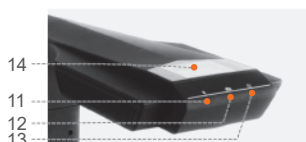

Figura 2
Paso 2: Incline la lámpara y la base de la cámara ligeramente hacia adelante como se muestra en la Figura 2 para insertar el cierre en la ranura y luego presione la lámpara y la base de la cámara hacia abajo para que encajen en su lugar.